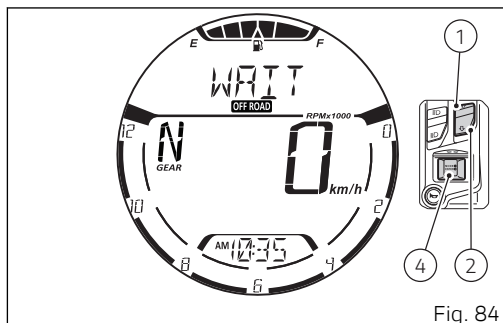

Fig. 84
Si el ABS ha sido desactivado manualmente, ya esta visualizada la función "ABS: OFF", luego presionar el pulsador (1). Al presionar el pulsador (1), en el display aparece durante 2 segundos la inscripción "WAIT" en lugar de "ABS: ON" (Fig. 84). Transcurridos los 2 segundos, si el sistema ABS se ha activado correctamente, el display vuelve a la visualización anterior, pero con la inscripción "ABS: ON".